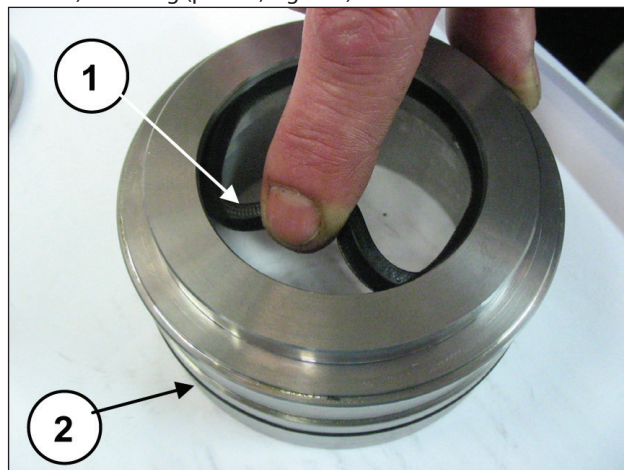

Fig. 169
Inserire la guarnizione di bassa pressione nel supporto baderne (pos. ①, Fig. 169) facendo attenzione al senso di montaggio che prevede il labbro di tenuta in avanti (verso la testata) e l'O-ring (pos. ②, Fig. 169).